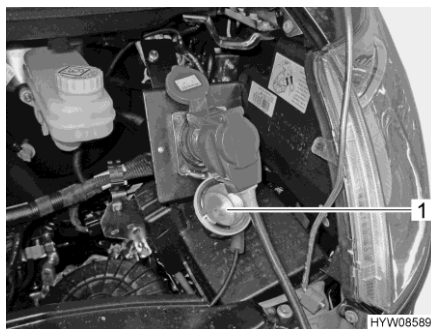

Fig. 57 Collegamento a 230 V
- Ruotare il coperchio (Fig. 57,1) in senso antiorario (chiusura a baionetta) e rimuoverlo.
- Inserire l'innesto rapido. Durante questa operazione il cavo di allacciamento deve trovarsi sopra la griglia di raffreddamento (Fig. 57).
- Riattivare l'interruttore di sicurezza per correnti di guasto (Fig. 57,4).